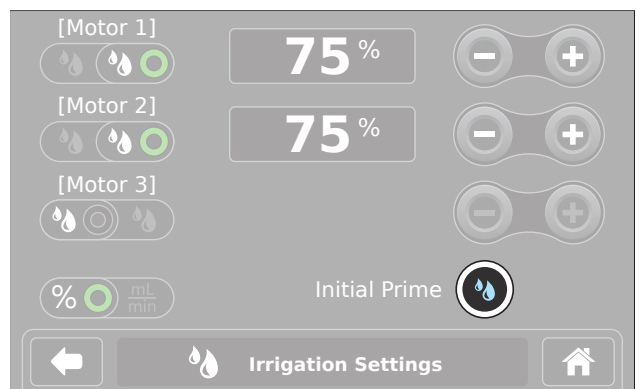

Figure 19 – Paramètres irrigation (Amorçage initial)
2. Appuyer sur  pour amorcer la cartouche d'irrigation (Figure 19).